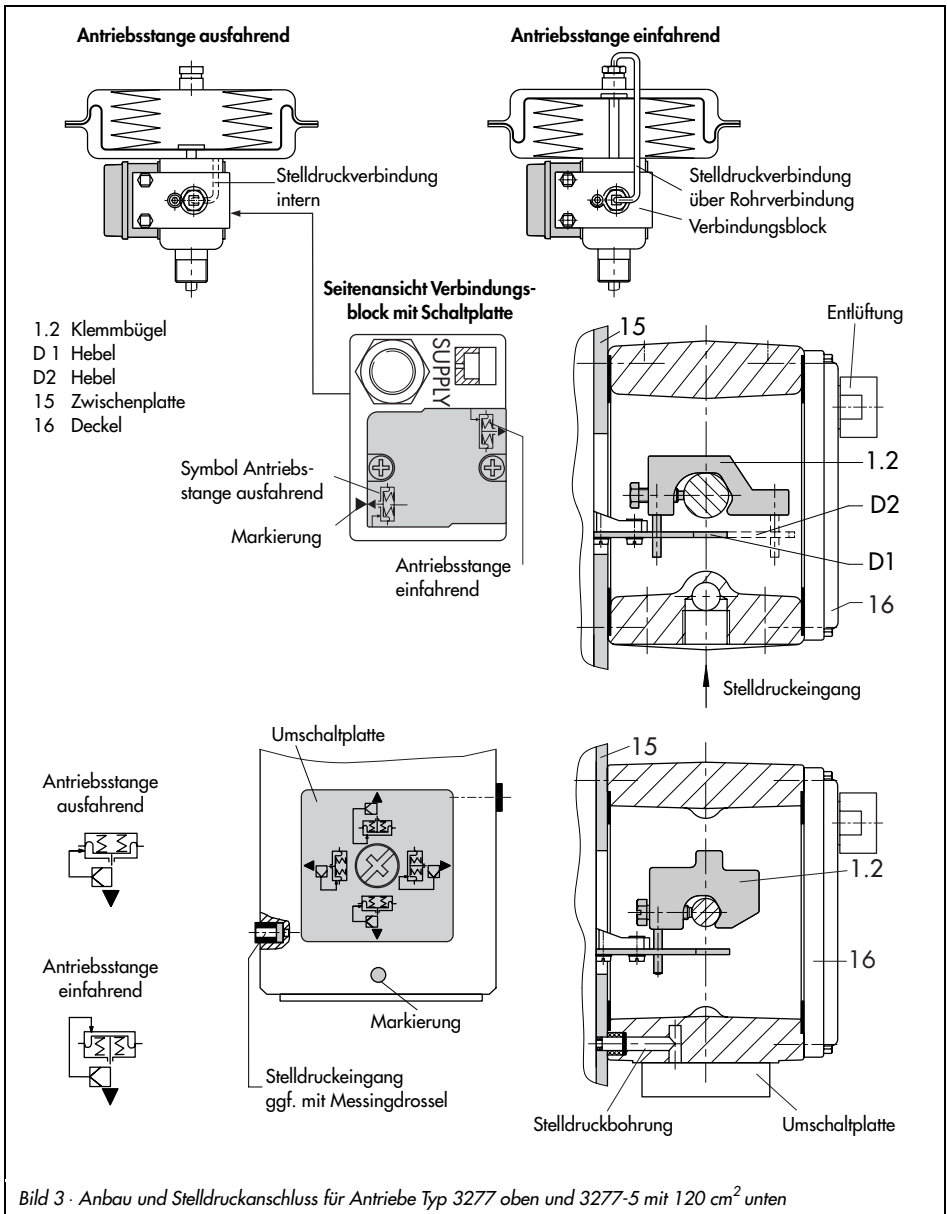

Bild 3 · Anbau und Stelldruckanschluss für Antriebe Typ 3277 oben und 3277-5 mit 120 cm² unten
Auf den Stelldruckanschluss (Bild 3) bzw. die Umschaltplatte gesehen muss der Anbau auf der linken Antriebsseite erfolgen. Dabei zeigt der **Pfeil** auf der schwarzen Gehäuseabdeckung (Bild 12) **zur Membrankammer hin**.
6. Seitliche Schaltplatte am Verbindungsblock (Bild 3) nach der Pfeilmarkierung auf dem Verbindungsblock so ausrichten, dass das Antriebssymbol für "Antriebsstange ausfahrend" bzw. "An-